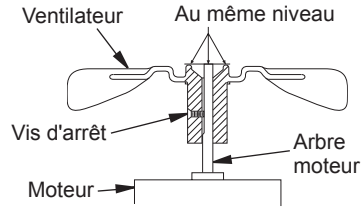

Figure 14 - Coupe transversale du ventilateur
6. Remplacez le ventilateur sur l'arbre moteur. Placez le moyeu du ventilateur pour qu'il soit au même niveau que l'extrémité de l'arbre moteur (voir figure 14).